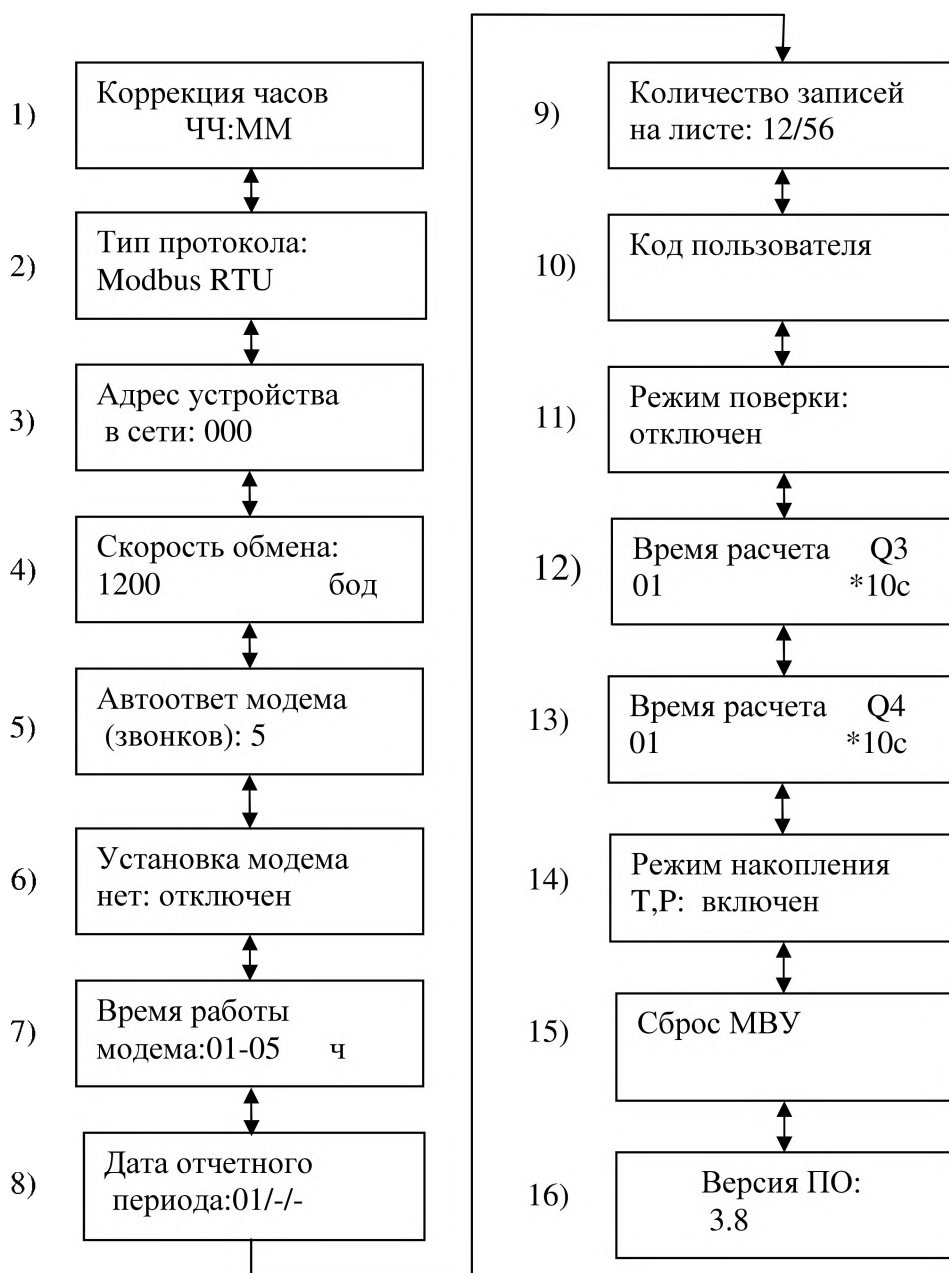

Рисунок 4
Установка «**Коррекция часов**» (поз. 1 рисунок 4) предназначена для корректировки хода часов вычислителя, а также для перехода на зимнее (летнее) время*.
Установка «**Адрес устройства в сети**» (поз. 2 рисунок 4) используется при мультиточечном подключении вычислителя к сети верхнего уровня и может изменяться в пределах: 000-255.
Установки «Автоответ модема», «Время работы модема» и «Установка модема» (поз. 3, 4, 5 рисунок 4) предназначены для подключения вычислителя к сети верхнего уровня через телефонные коммутируемые линии связи.
Автоответ модема определяет количество входящих звонков, после которого модем начинает подключение к телефонной сети. Установка «**Время работы модема**» (поз. 7 рисунок 4) определяет интервал времени суток, в течение которого модем переходит в режим автоответа. Если часы начала и конца интервала совпадают, то модем постоянно будет находиться в режиме автоответа. Установка «**Установка модема**» (поз. 6 рисунок 4) выполняется при соединенном к вычислителю модеме для его программирования перед использованием (см. приложение Г) в следующем порядке:
Установка «Дата отчетного периода» (поз. 8 рисунок 4) определяет начало формирования месячных архивных записей. При установке «01/-/» начало формирования месячных архивных записей совпадает с календарным периодом.
Установка «Количество записей на листе» (поз. 9 рисунок 4) определяет количество выводимых на лист бумаги архивных записей при распечатке протокола. При этом первое число (12) указывает количество записей формы протокола данных тепловой энергии, второе число (56) указывает количество записей формы протокола данных объема воды (см. 2.3.1). При нестандартных листах бумаги, изменяя количество записей на листе, пользователь может получить оптимальное расположение протокола на бумаге.
Установка «Код пользователя» (поз. 10 рисунок 4) позволяет, при необходимости, изменить текущий код пользователя на иной, например имеющий облегченный набор символов. Ввод нового кода осуществляется по описанному выше правилу. В случае утери вновь введенного кода пользователь счетчика тепла сможет восстановить его, обратившись в сервисную организацию.
Установка «Режим поверки» (поз. 11 рисунок 4) предназначена для использования во время поверки вычислителя по каналам вычисления тепла, объема и температуры. При установке «Режим поверки: включен» архивные данные не накапливаются (аналогично выключению вычислителя из сети), а данные по каналам объема для сокращения времени поверки индицируются с увеличенной разрядностью. После отмены режима поверки вычислитель возвращается в режим накопления тепловой энергии.
Установки «Время расчета Q3/Q4» (поз. 12, 13 рисунок 4) задают период времени (в 10-секундных интервалах) для определения расхода по каналам V3, V4. Минимальный период времени определения расхода равен 10 с, а максимальный период времени равен 990 с. Пользователь должен выбрать необходимое значение периода определения расхода, исходя из значения минимальной частоты сигнала датчика расхода.
Установка «Режим накопления T, P» (поз. 14 рисунок 4) предназначена для управления процессом накопления данных по каналам температуры и давления. Если режим накопления включен, то данные температуры и давления будут учитываться при любых значениях теплоносителя (V1, V2, V3, V4, T1, T2, P1, P2), в том числе и в аварийном режиме счетчика тепла. При выключенном режиме данные температуры и давления будут учитываться только при безаварийной работе счетчика тепла, при этом, в случае аварии, в область архивных данных температуры и давления записываются нули. Пользователь должен учитывать, что при включенном режиме накопления возможно несовпадение архивных данных тепловой энергии счетчика тепла и данных, полученных расчетным способом по данным каналов V1, V2, V3, V4, T1, T2, P1, P2. Данная ситуация может возникнуть при частичном нахождении счетчика тепла в аварийном режиме вследствие усреднения данных по каналам температуры и давления за рассматриваемый период времени (час, сутки, месяц).
Установка «Сброс МВУ» (поз. 15 рисунок 4) предназначена для очистки архивных данных счетчика тепла, занесения в энергонезависимую память вычислителя заводских «установок», установки даты и времени, а также для записи заводского номера вычислителя. Данная установка недоступна пользователю счетчика тепла.